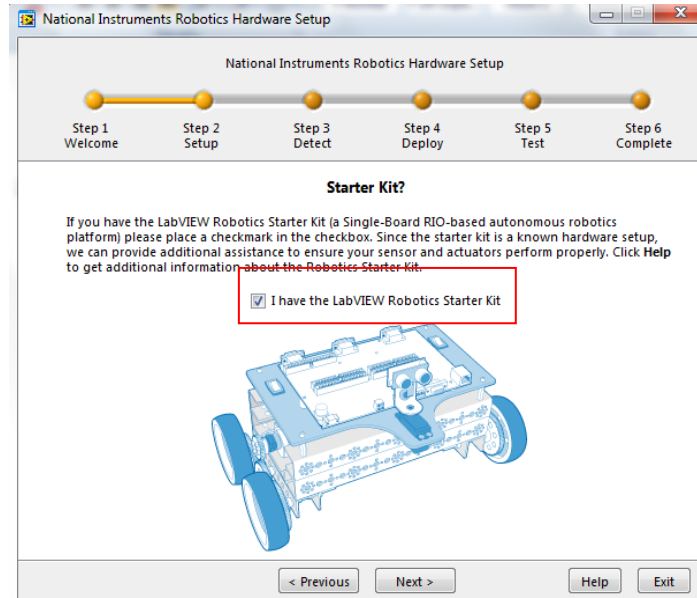

Fig. 7 Wizard del Started Kit.
3. Oprima Next, para continuar al paso 2 del Wizard en donde se preguntan si tenemos el Started Kit. A lo cual seleccionamos el cuadro que está a la izquierda como se ve en la Fig. 7.